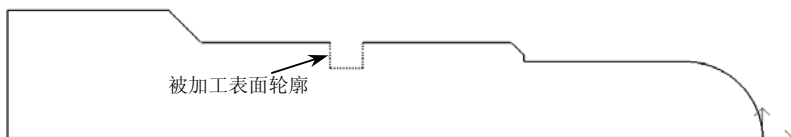

图 6-42 拾取切槽加工表面轮廓
(2) 拾取加工轮廓 当单击“切槽参数表”对话框中的“确定”按钮后，在状态栏中系统提示拾取被加工工件表面轮廓，单击立即菜单，在其下拉菜单中选取“单个拾取”方式，拾取切槽加工工件表面轮廓，如图 6-42 所示，所有选择的线条都变成了红色，然后单击右键结束被加工工件表面轮廓的拾取，系统提示确定进退刀点。